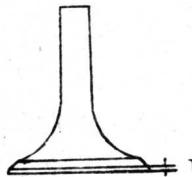

图 1-31
9. 检查气门工作面至顶端的厚度。使用极限为 0.5 毫米，如图 1-31 所示，超过极限应予更换。